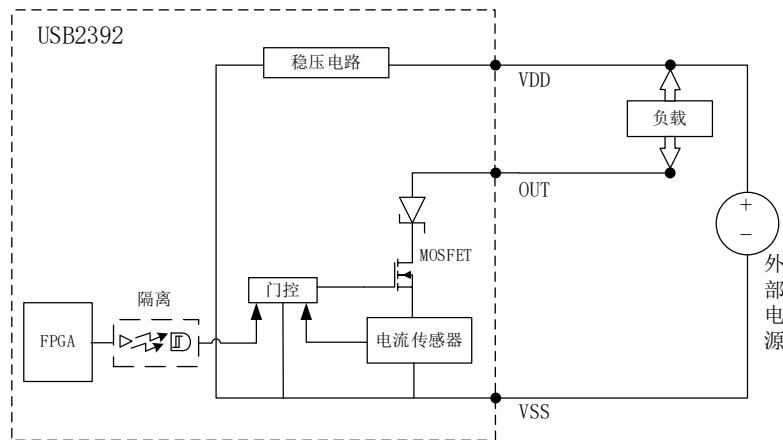

图 3-5-5 信号输出连接示意图
- 在对应输出通道上，将一个电阻连接至该通道的VDD引脚（即图 3-5-5 中负载），此时该通道的输出电平与空闲状态一致。